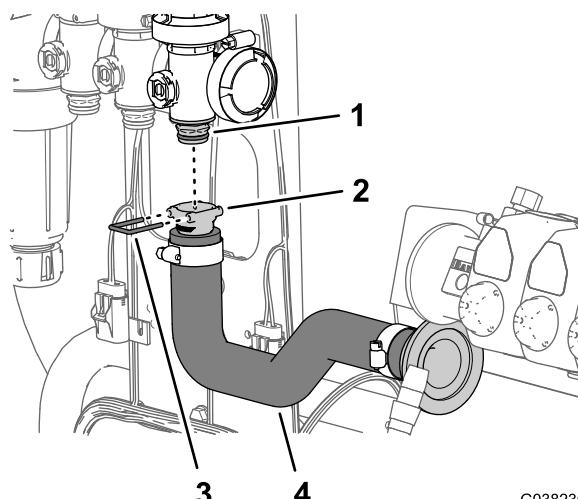

图54
3. 将流量表软管的快速连接接头安装到主喷洒阀的快速连接接头上 图54。
4. 使用随流量表软管提供的卡环 图54 将软管接头固定到阀门接头上。